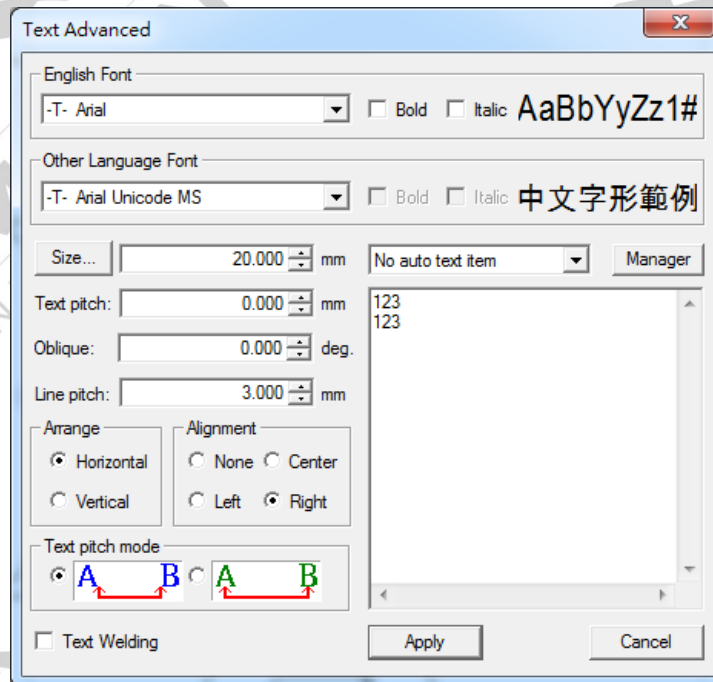

図 3.3.16
**Advance (アドバンス)** : テキストの詳細設定を提供します(図3.3.16参照)。